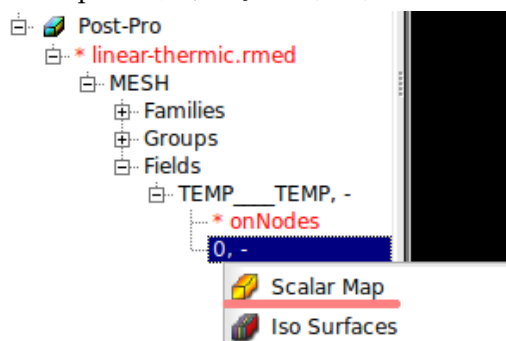

図 27 Scalar Map
②Object Browser の Post-Pro>linear-thermic.rmed>MESH>Fields>TEMP__TEMP,->0 上で右クリックし、Scalar Map を選択する。(参照：図 27)